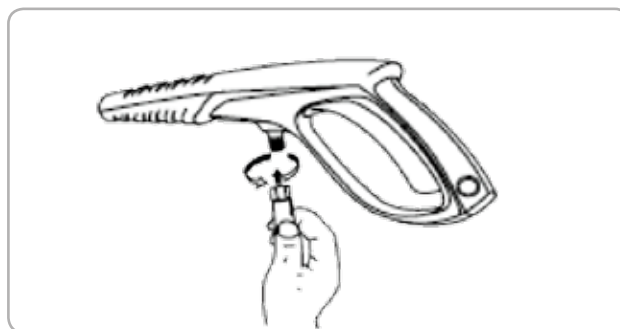

Fig.12
- Racordați pistolul la furtunul cu presiune până când cele două piese sunt complet anclase Fig 12.